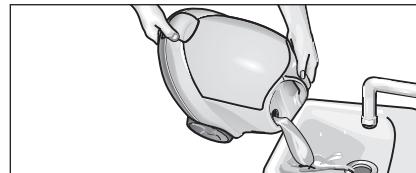

Fig.12: Enxaguar a caldeira
- Encha a caldeira com água e agite-a com força (para soltar os resíduos de calcário que se tenham depositado no fundo da caldeira) A seguir despeje a água, inclinando o aparelho para o canto com a tremilha de enchimento (ver fig 12).
- Despeje totalmente a água residual da caldeira (ver fig. 12).